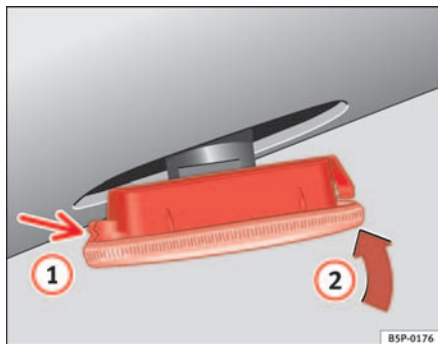

Abb. 186 Seitlicher Blinker
- Setzen Sie den Blinker zuerst in der Aufnahme der Karosserie ein, wobei die Halterungen richtig einrasten müssen ⇒ Abb. 186, Pfeil ①.
- Setzen Sie die Lampe in Richtung Pfeil ② ein ⇒ Abb. 186 ■